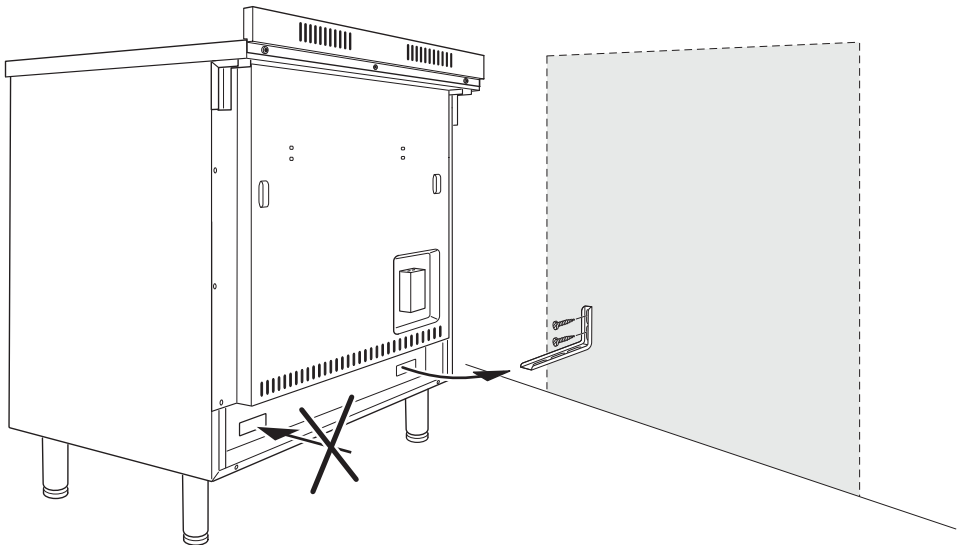

Fig. 1.9
1. Når du har valgt endelig placering til komfuret, markerer du de to skruers placering til anti-vippebeslaget på væggen. Se Fig. 1.9.
4. Flyt komfuret hen til væggen og juster højden på anti-vippebeslaget, så det passer med hullerne på komfuret. Se Fig. 1.9.